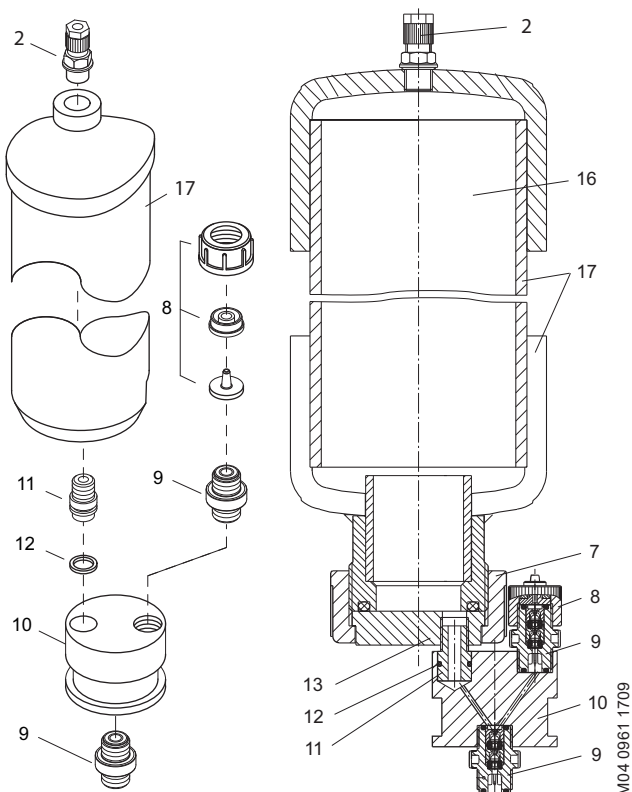

Рис. 48 OCD-162-30, -60
12.6.1 OCD-162-30: комплекты запасных частей (см. Рис. 48)
12.6.2 OCD-162-60: комплекты запасных частей (см. Рис. 48)